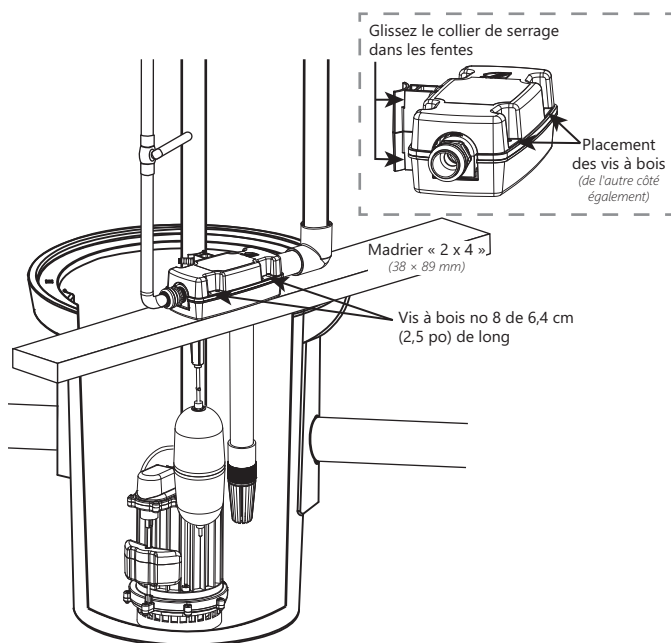

Figure 3. Autre installation de la SumpJet
10. La SumpJet comporte quatre trous de vis pouvant être utilisés pour la fixer sur le bois. Utiliser des vis à bois no 8 de 6,4 cm (2,5 po) de long. Voir la Figure 3.